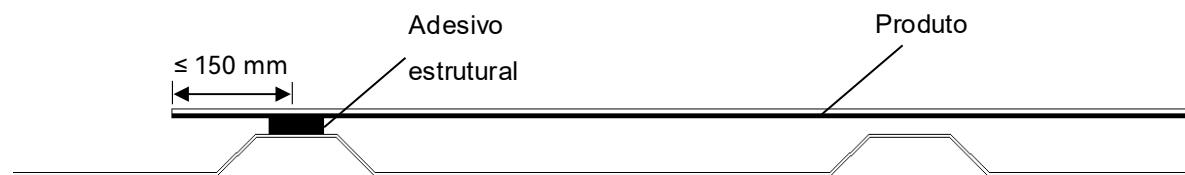

Figura 3
- A distância que o produto ultrapassa a crista da telha metálica em cada extremidade não deve exceder 150 mm. (conforme mostra a Figura 3)